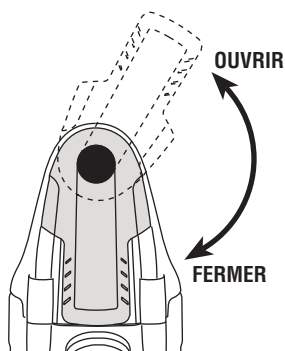

FIG. 2
2. Faites tourner le levier Quick Lock™ en haut de l'outil dans le sens contraire des aiguilles d'une montre de façon à déverrouiller le mécanisme de fixation (Fig. 2). Il faut que le levier soit totalement engagé pour déverrouiller le mécanisme de fixation.
5. Faites tourner le levier Quick Lock™ en haut de l'outil dans le sens des aiguilles d'une montre, jusqu'à la position fermée, afin de verrouiller solidement l'accessoire en place (Fig. 2).
6. Pour enlever un accessoire, déverrouillez simplement le mécanisme de fixation en faisant tourner le levier Quick Lock™ dans le sens contraire des aiguilles d'une montre, comme cela est décrit plus haut (Fig. 2).
REMARQUE : Certains accessoires, tels que des racloirs et des lames, peuvent être montés soit droits sur l'outil, soit à un certain angle afin de les rendre plus faciles à utiliser (Fig. 4). Afin de pouvoir faire ceci avec l'interface Quick Lock™, placez l'accessoire sur le porte-accessoire ; assurez-vous que l'accessoire s'engage dans toutes les broches du porte-accessoire et qu'il est ajusté au ras du porte-accessoire. Verrouillez solidement l'accessoire en place comme cela a été décrit précédemment (Fig. 2).